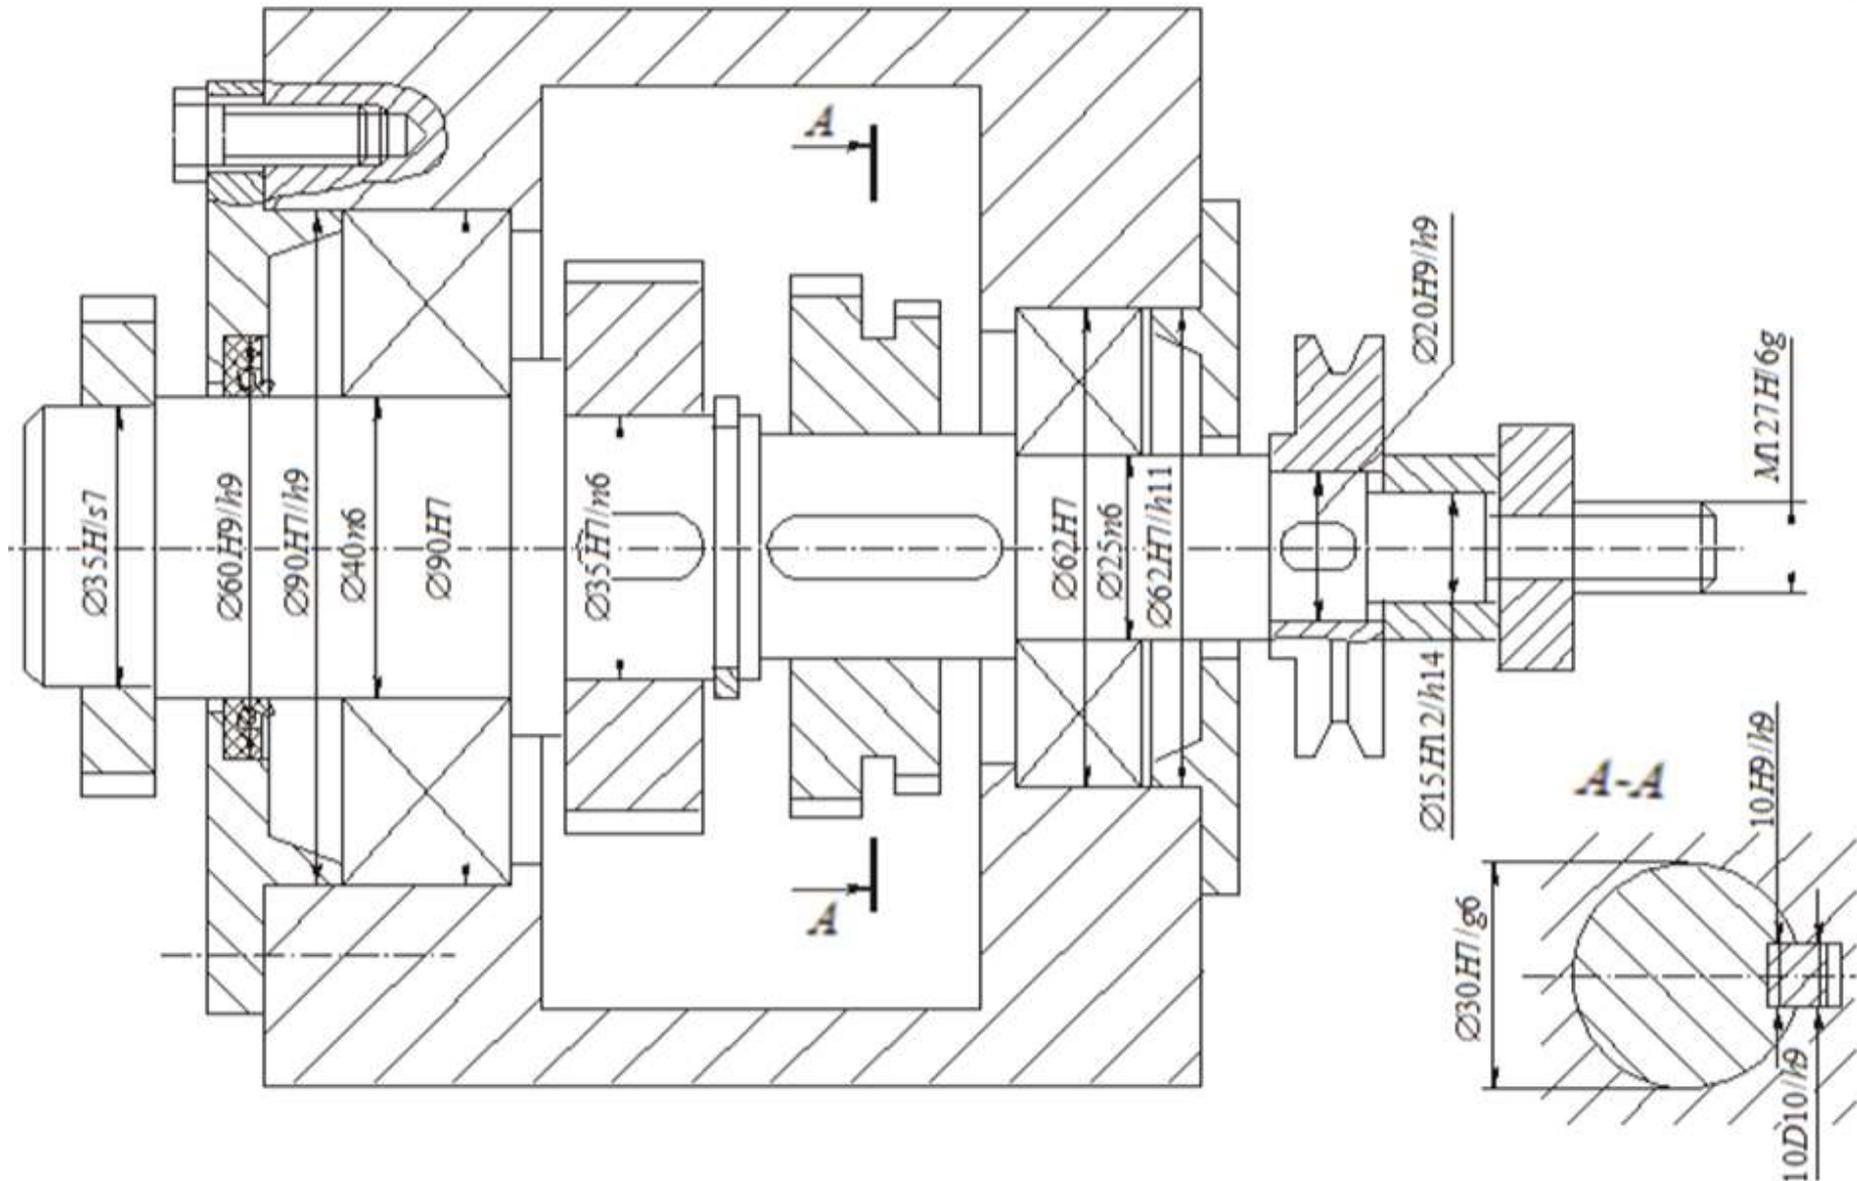

Рис. 4.62. Пример сборочного чертежа (эскиза) редуктора
- 1) на эскизе сборочного чертежа редуктора (без масштаба!) указать размеры из таблицы по предпоследней цифре зачётной книжке, все недостающие размеры сопряжений деталей механизма проставить самостоятельно пропорционально заданным в таблице, указать габаритные размеры механизма. Изобразить разрезы, необходимые для понимания конфигурации сопрягаемых поверхностей деталей и указания их размеров и посадок (см. пример на рис. 4.62). Указать № позиций деталей и стандартных изделий (см. пример на рис. 4.56);